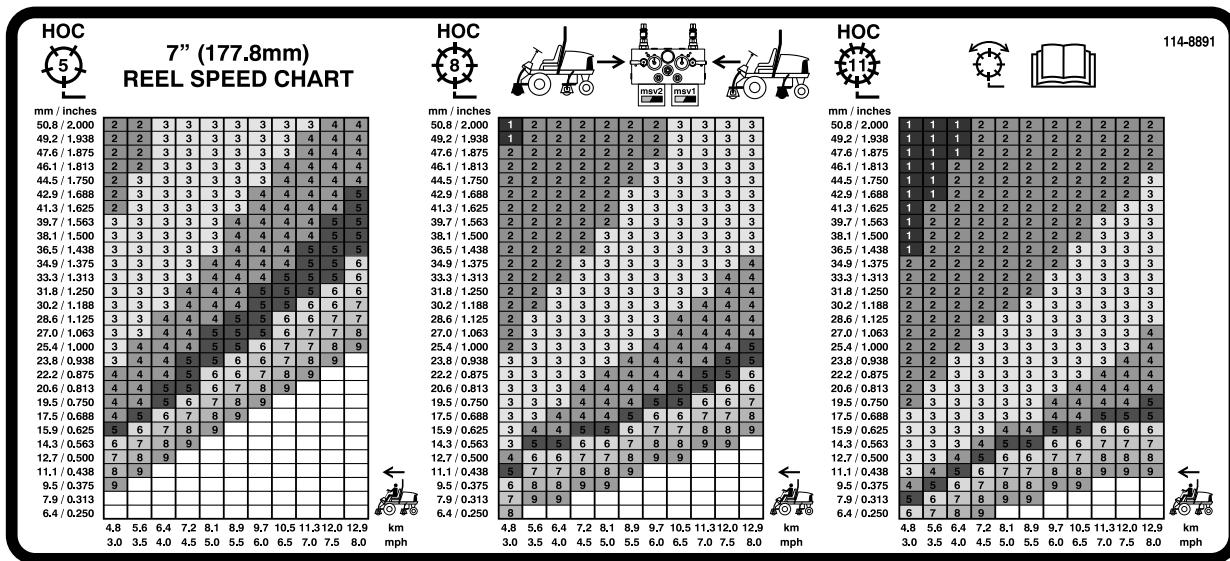
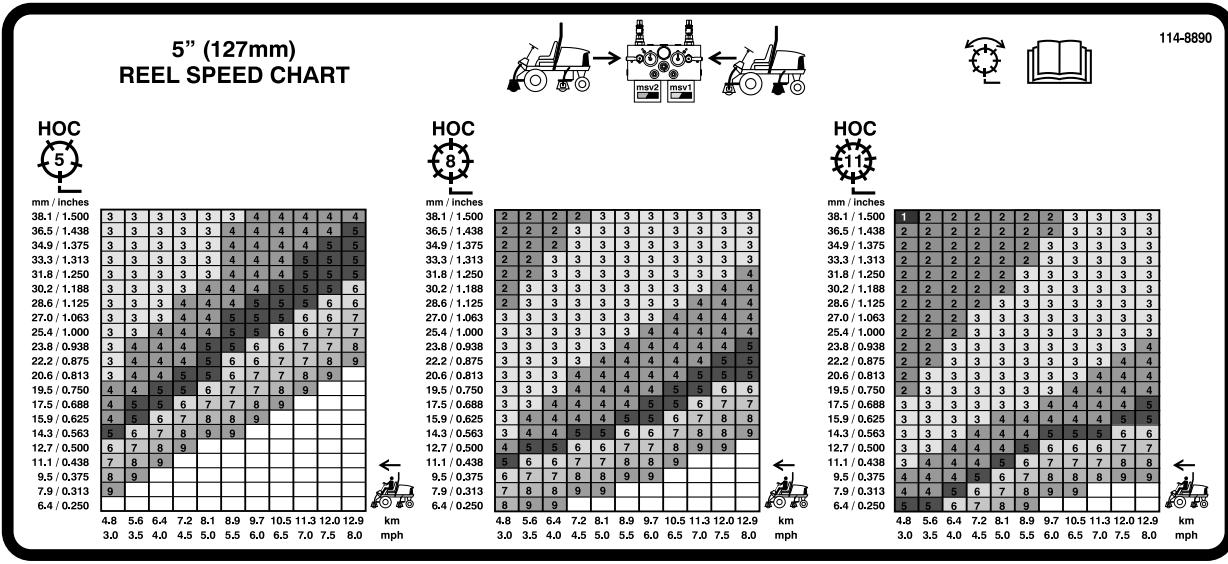

Figura 41
Figura 42
3. Usate lo schema opportuno sull'adesivo 110-0996 (Figura 41) per gli elementi di taglio da 17,8 cm dei Reelmaster 5510 e 5610, o sull'adesivo 110-8923 (Figura 42) per gli elementi di taglio da 12,7 cm dei Reelmaster 5410 per determinare l'impostazione esatta della velocità dei cilindri.